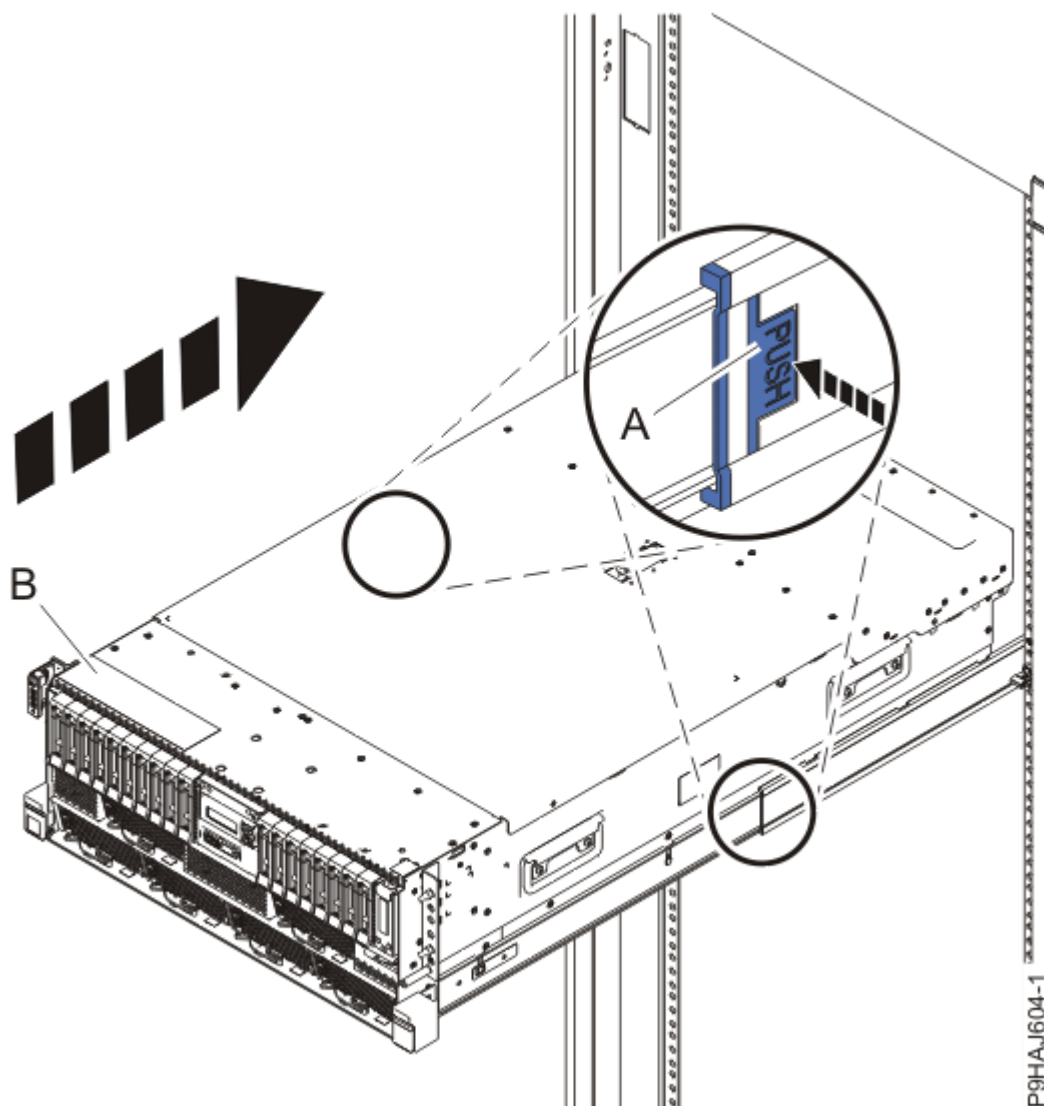

Figura 40. Colocación del sistema en la posición operativa
3. Para un sistema montado en bastidor, desbloquee los pestillos de seguridad de color azul de los rieles **(A)**, tal como se muestra en la Figura 40 en la página 57 presionándolos hacia dentro. Asegúrese de que los brazos portacables se pueden mover libremente. Asegúrese de que los cables de la parte posterior de la unidad no queden atrapados ni se enreden al empujar la unidad hacia la posición operativa.